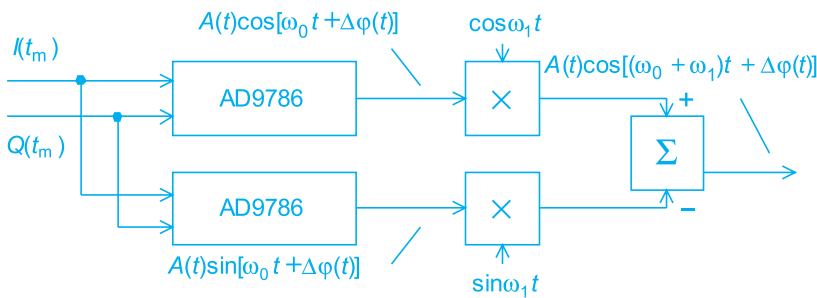

Рис. 2. Схема включения двух микросхем AD9786 и квадратурного модулятора, используемого в качестве преобразователя ПЧ в ВЧ
где ω_0 – частота первой гармоники, равная $2\pi f_{д2}$. В результате суммирования обеих составляющих (3) и (4) на выходе модулятора формируются две составляющие комплексного сигнала (1) и (2), а на выходе ЦАП, как сказано выше, – одна из них. Для получения полного комплексного сигнала необходимо две ИМС AD9782/4/6, например, как показано на рис. 2, AD9786 может использоваться в передающем канале аппаратуры радиосвязи, в котором (в тракте ПЧ) реализована квадратурная цифровая модуляция, а квадратурное аналоговое преобразование ПЧ в ВЧ выполняется с использованием микросхемы квадратурного аналогового модулятора (например, AD8345/6/9 [5]).